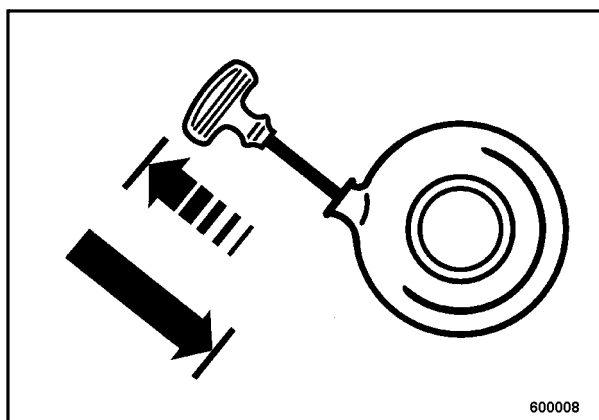

Fig. 5
- Tirar del cable con empuñadura de arranque (Fig. 5) hasta notar resistencia.